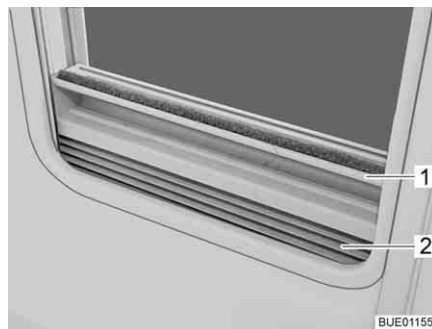

Fig. 30 Dispositif occultant plissé
- Saisir le dispositif occultant plissé (Fig. 30,2) par le centre de la barre-poignée (Fig. 30,1), le tirer du bas vers le haut et le relâcher à la hauteur voulue. Le dispositif occultant plissé reste alors à cette hauteur.